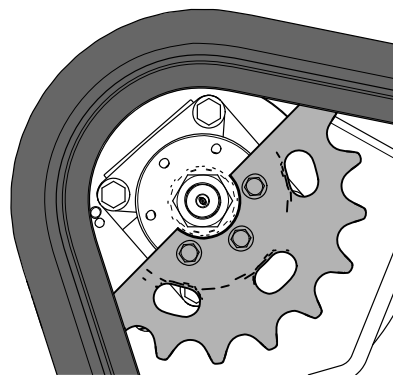

Bild 63
11. Schieben Sie den Fahrantriebshebel nach vorne, bis die andere Hälfte des Antriebsritzels nicht mehr in die Kette eingreift (Bild 63).